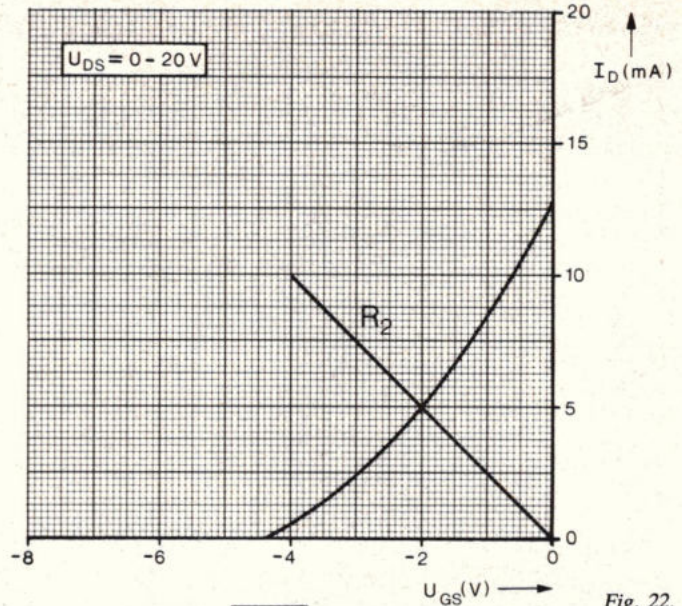

Fig. 22.
a. We trekken de lijn die het verband aangeeft tussen I_D en U_{GS} , corresponderend met R_2 (fig. 22). Deze lijn snijdt de karakteristiek in het punt -2 V/5 mA. De instelstroom is dus $I_D = 5$ mA.